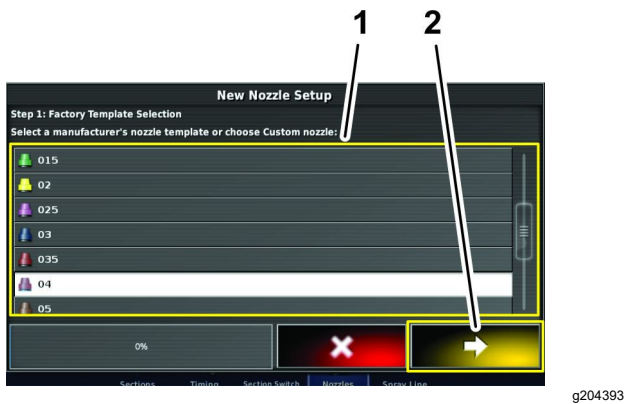

图 77
- 5. 在新喷嘴设置屏幕的第 1 步按照出厂模板选择中列出的喷洒率或颜色按下新喷嘴的图标图 77。